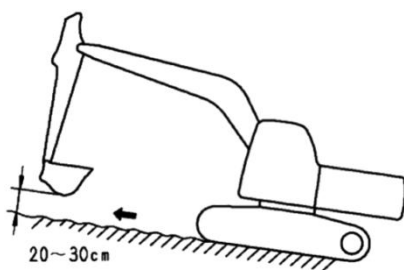

Рисунок 4.24. Въезд на наклонную поверхность
- 1) При въезде на склон, чтобы обеспечить устойчивость машины, выдвиньте рабочее оборудование вперед, удерживайте его приблизительно на высоте 20 – 30 см над поверхностью грунта и передвигайтесь на малой скорости (как показано на рис. 4.24.). В том случае, если экскаватор начнет буксовать или терять устойчивость, опустите ковш в землю, чтобы сразу остановить падение.